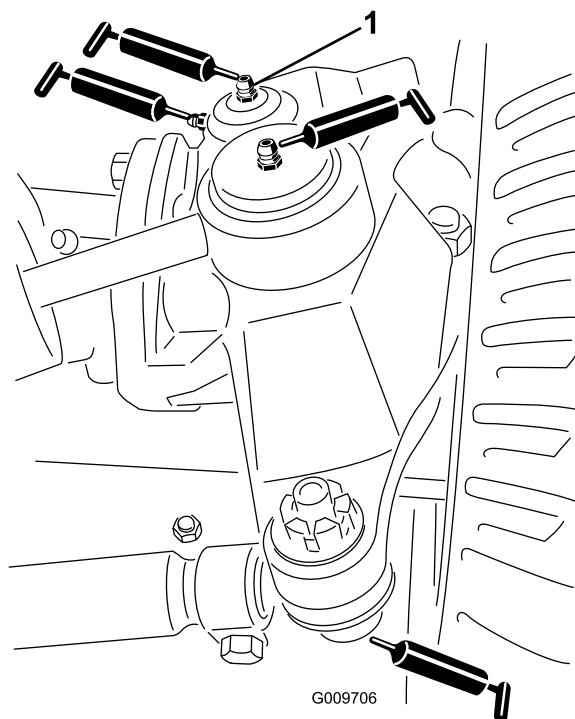

Рисунок 76
- Шаровые опоры гидроцилиндра рулевого управления (2 шт.), как показано на Рисунок 76
- Шаровые опоры поперечной тяги (2 шт.), как показано на Рисунок 76
- Втулки поворотных шкворней (2 шт.), как показано на Рисунок 76